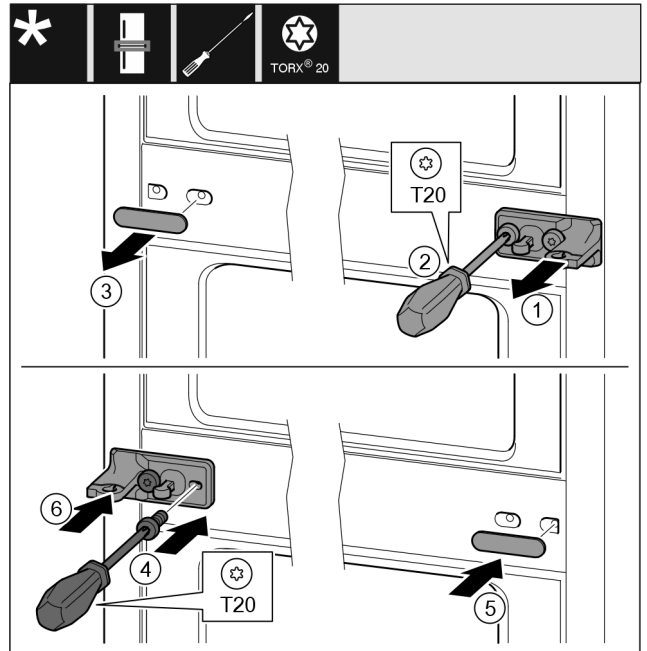

Fig. 33
- ▶ Lironi kapakun. Fig. 33 (1)
- ▶ Nxirrni jashtë vidat me një kaçavidë T20. Fig. 33 (2)
- ▶ Lironi me kujdes kapakun mbulues. Fig. 33 (3)
- ▶ Mbërtheni fort bazamentin mbështetës në anën tjetër të rrotulluar me 180°. Fig. 33 (4)
- ▶ Vendosni kapakun të rrotulluar me 180°, në anën tjetër. Fig. 33 (5)
- ▶ Shtyni kapakun brenda nga përpara. Fig. 33 (6)